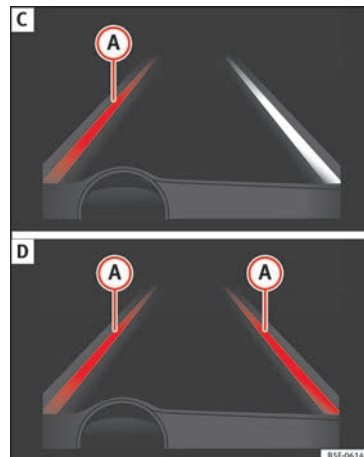

Fig. 213 En la pantalla del cuadro de instrumentos: indicación en la pantalla del sistema de aviso de salida del carril (ejemplo 2).
- El sistema está trabajando, la línea resaltada **(A)** indica que había riesgo de sobrepasar la línea de carril involuntariamente y está actuando sobre la dirección para corregir la trayectoria »» **fig. 213 C.**
- Las dos líneas resaltadas **(A)** se encienden a la vez cuando tenemos las dos líneas de carril reconocidas y la función de guiado central de carril está activada »» **fig. 213 D.**